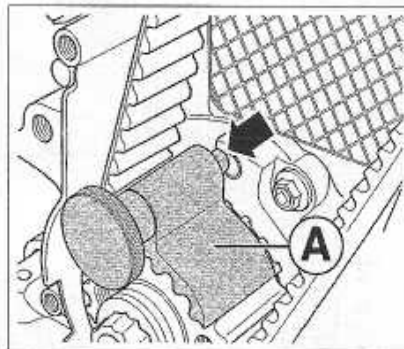

FIGURE 1-14
- Tourner le vilebrequin dans le sens contraire du sens de rotation du moteur jusqu'à ce que l'on puisse introduire l'outil (A) de blocage du vilebrequin (figure 1-14).